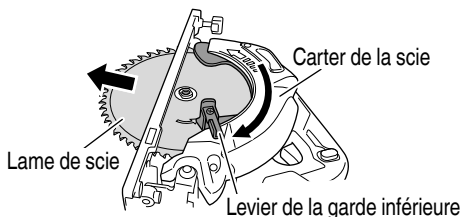

Fig. 10
(2) Appuyer sur le levier de verrouillage, verrouiller l'arbre, et retirer le boulon à bride hexagonal et la rondelle (B) à l'aide de la clé hexagonale 5 mm.
(3) Tout en tenant le levier de la garde inférieure pour maintenir la garde inférieure complètement rentrée dans le carter de la scie, retirer la lame de scie (Fig. 10).